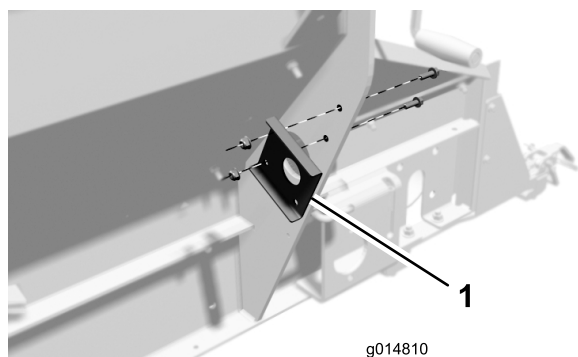

Figura 4
6. Posicionando o suporte de luzes como indicado em Figura 4, prenda um suporte a cada lado da placa de reforço da tremonha com (2) parafusos de cabeça flangeada 5/16 x 1 pol. e porcas flangeadas 5/16 pol.